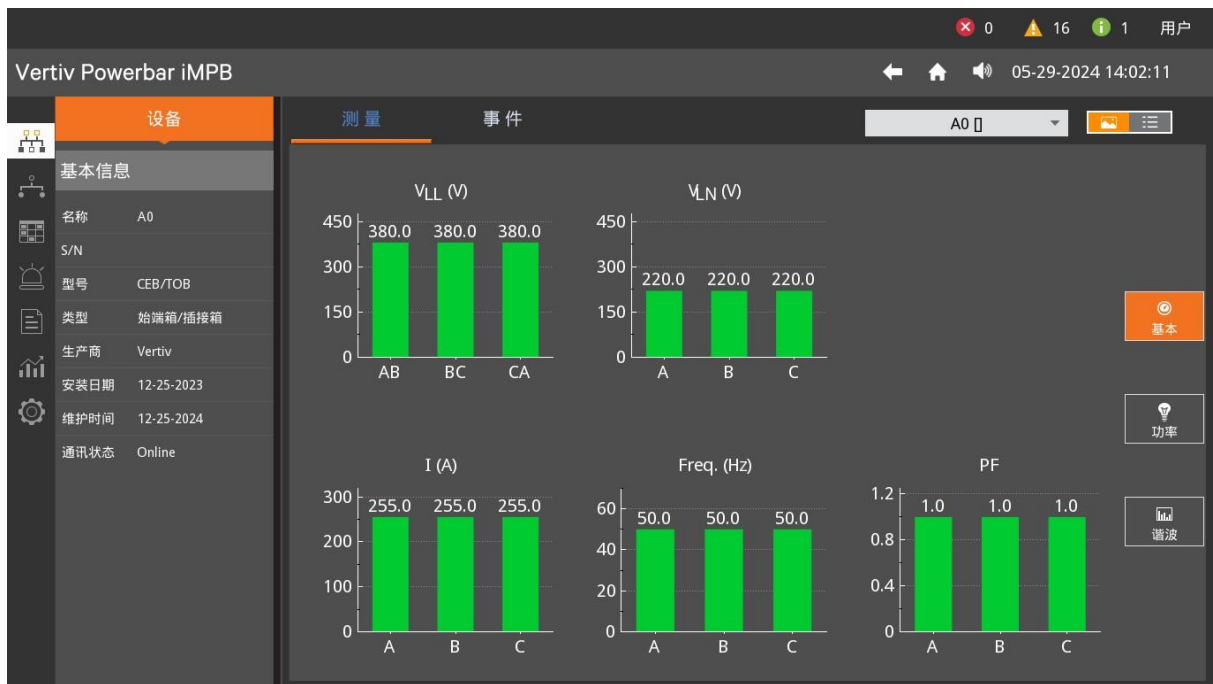

图3-5 点击设备详情页面
1) 点击单线图中开关，可以跳转测量页面，显示主要包括设备的 A\B\C 三相电压、电流、有功无功视在功率等信息，如图 3-5 所示。